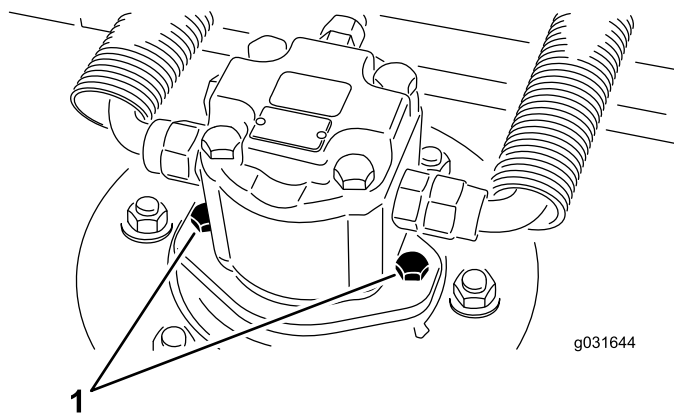

Figure 68
2. Retirez les vis du moteur hydraulique, puis débranchez et déposez le moteur hydraulique de l'unité de coupe (Figure 68).
4. À l'aide des vis de fixation du moteur hydraulique, reposez le moteur hydraulique sur l'unité de coupe (Figure 68).